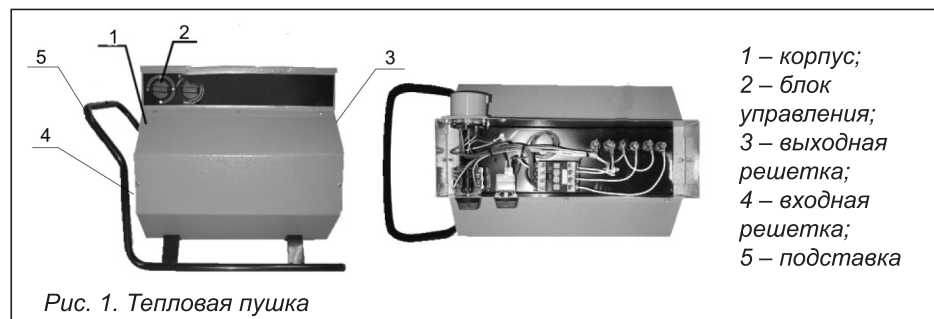

Рис. 1. Тепловая пушка
5.1. Схема тепловой пушки представлена на рис. 1.